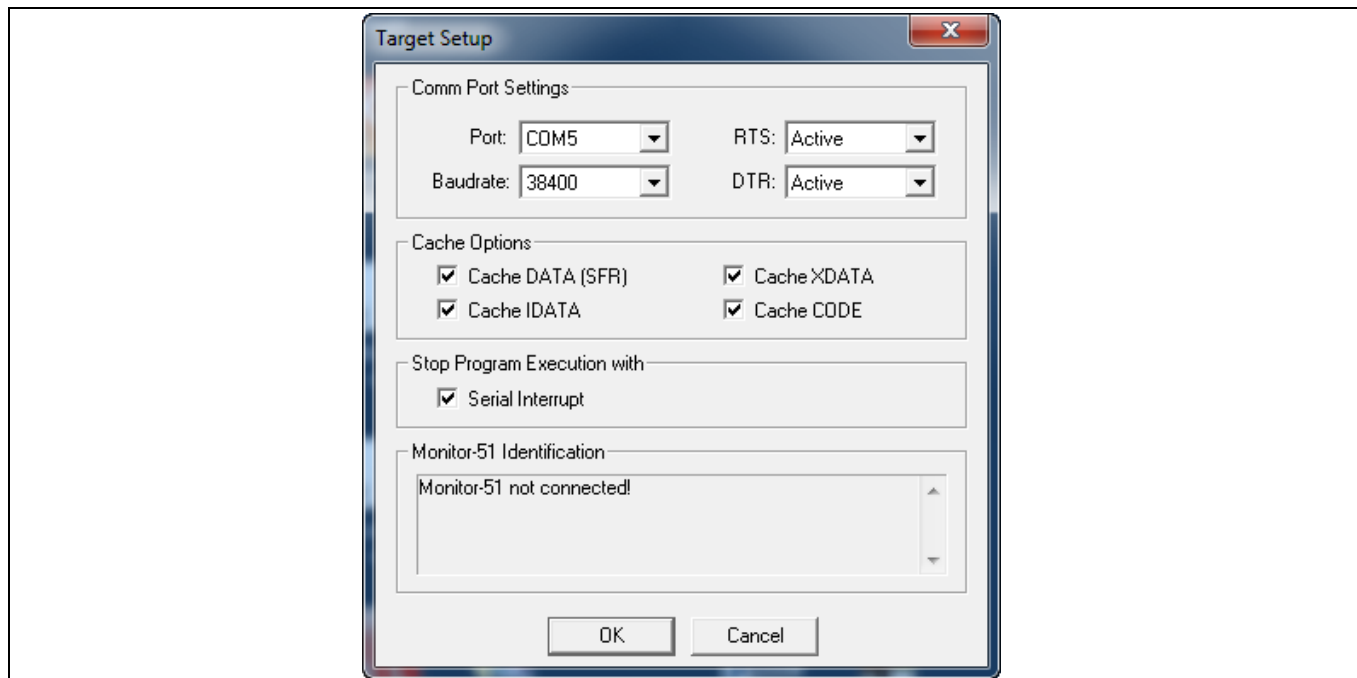

Figure 10 Comm Port Settings (共用端口设置)
6. 请确保已经选中“Serial Interrupt”项 (如 Figure 10 所示)